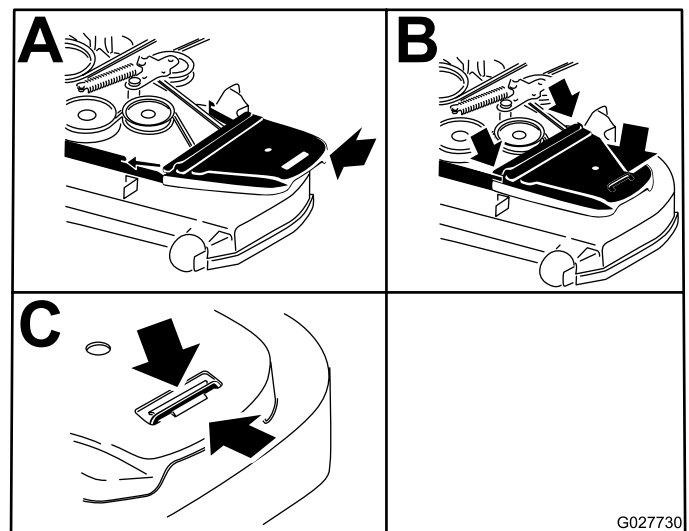

Figure 94
- Posez les couvercles de courroie (Figure 94).